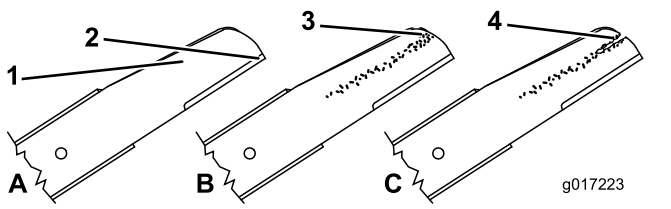
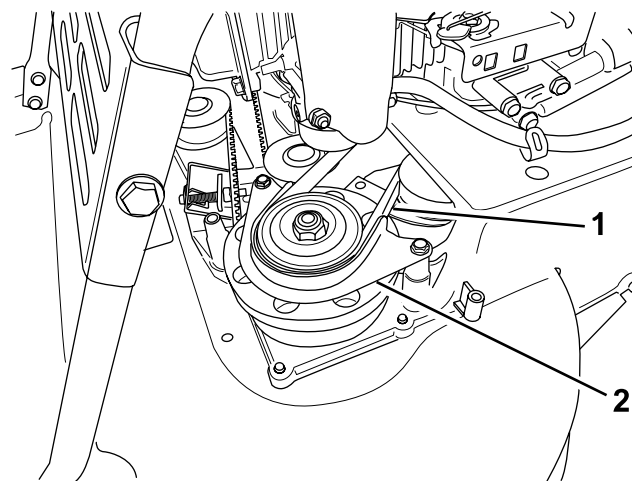

Figure 36
Figure 42
1. Examinez le tranchant des lames (Figure 36). Si elles sont émoussées ou présentent des indentations, déposez les lames et affûtez-les ou remplacez-les.
2. Inspectez les lames, surtout la partie relevée (Figure 42). Remplacez immédiatement toute lame endommagée, usée ou qui présente une entaille (Figure 36).